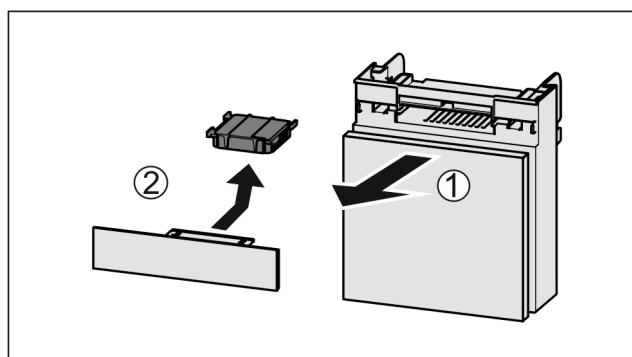

Fig. 127
- Потягніть Fig. 127 (1) відділення вперед.
- Витягнути Fig. 127 (2) фільтр з активованого вугілля.